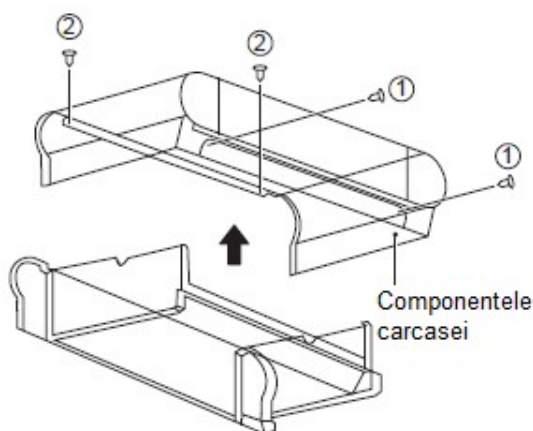

Figura 4-4 Scoaterea carcasei
- b) Conform indicatiilor din figura 4-4, scoateti suruburile 1*2 si 2*2 si apoi carcasa.
- c) Conform indicatiilor din figura 4-4, scoateti suruburile 1*2 pentru a scoate filtrul.